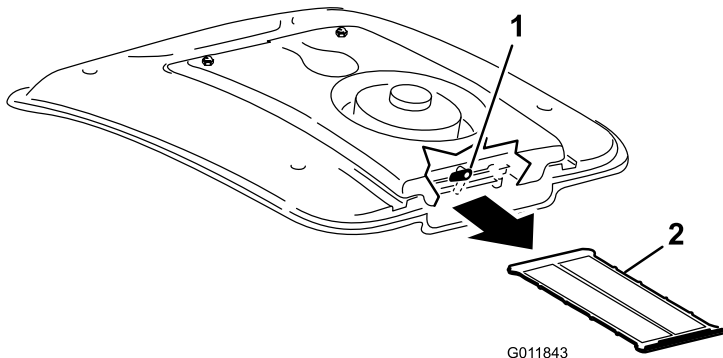

Figure 92
2. À l'arrière du support du ventilateur, tournez le verrou de côté (Figure 92).
3. Glissez le filtre de climatisation hors du serpentin (Figure 92).
4. Nettoyez soigneusement le filtre à l'air comprimé (Figure 92).